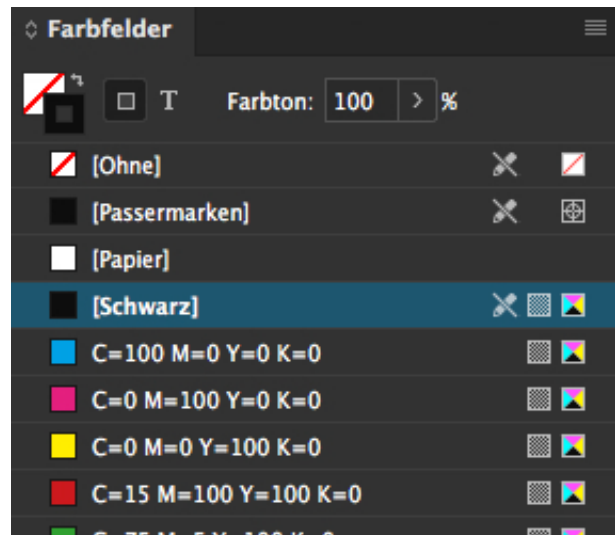

Abbildung 3
- schwarzer Text 100 % schwarz (Abbildung 3) anlegen, nicht als Mischfarbe (Passermarken ist falsch!)